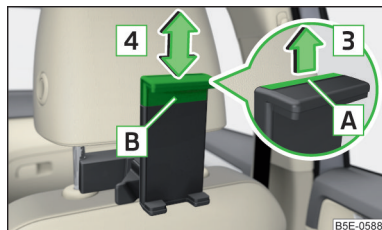

Abb. 99 Haltergröße anpassen
- Zur **Anpassung der Haltergröße** die Sicherungslasche **A** in Pfeilrichtung **3** herausziehen und den Teil **B** in Pfeilrichtung **4** in die gewünschte Position verschieben » Abb. 99.